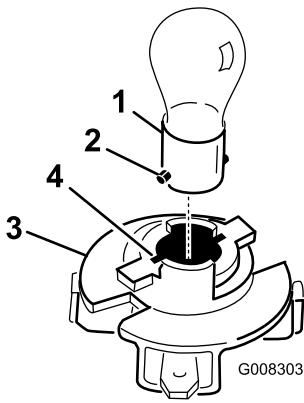

Bild 32
3. Nase (2)
8. Drücken Sie die Birne hinein, drehen Sie sie entgegen dem Uhrzeigersinn bis zum Anschlag (ca. 1/4 Umdrehung) und nehmen Sie sie aus der Birnenfassung heraus (Bild 32).
1. Richten Sie die Metallstifte am Birnensockel mit den Schlitten in der Birnenfassung aus und setzen Sie den Sockel in die Fassung (Bild 32).